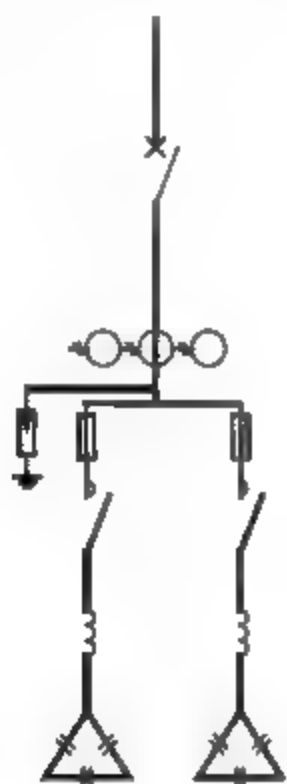

图9-109 绘制结果
**21** 调用CO【复制】命令，复制图形。调用TR【修剪】命令，修剪图形，完成主变支路2图形的绘制，如图9-109所示。